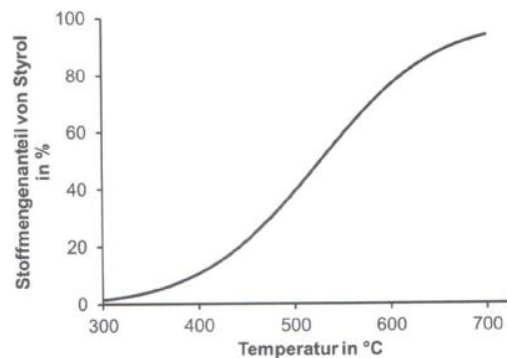

Abb. 2: Abhängigkeit des Stoffmengenanteils von Styrol von der Reaktionstemperatur¹
- 1.1 Leiten Sie aus Abbildung 2 ab, ob die Bildung von Styrol aus Ethylbenzol exotherm oder endotherm ist. [3 BE]